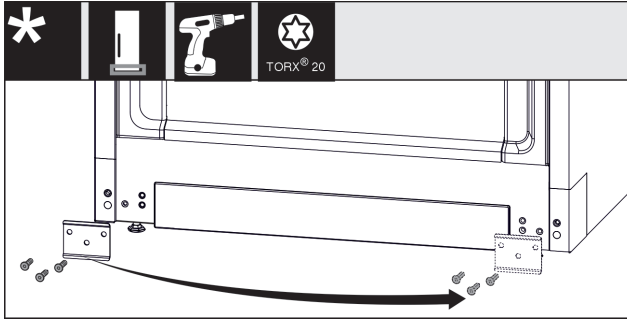

Fig. 15
- Ruuvaa levy Fig. 15 (1) irti, aseta toiselle puolelle ja ruuvaa uudelleen kiinni.